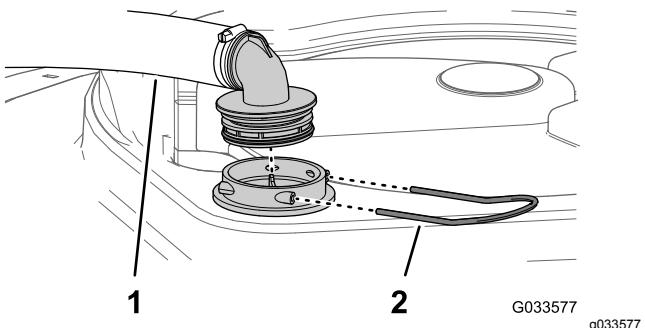

Figure 53
2. Au sommet de la cuve du pulvérisateur, retirez l'étrier qui fixe le raccord de flexible sur le grand flexible et le logement du filtre (Figure 53).
3. Retirez le flexible et le raccord du logement du filtre (Figure 53).